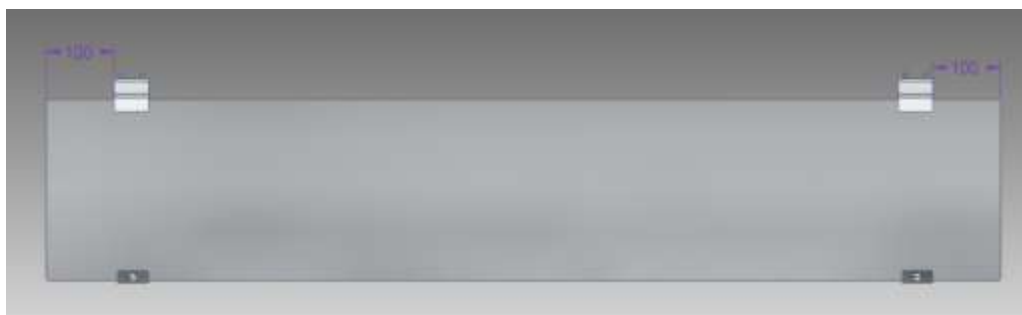

fig.2
Paso 2: Colocamos los soportes inferiores y los superiores en el cristal frontal, a la distancias indicadas en la (fig.2)(100mm del borde del cristal). Haremos presión sobre el cristal, con precaución de no romperlo, con los tornillos que vienen en cada soporte.(fig.3)